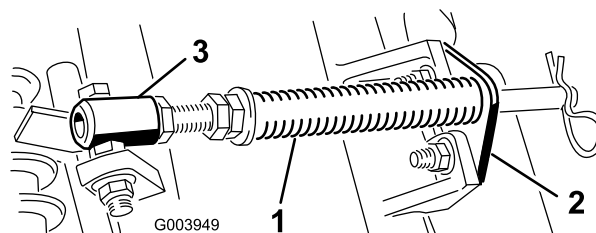

Рисунок 10
- A. Удалите два каретных болта и две гайки, которые крепят кронштейн штока к выступам режущего блока (Рисунок 10).
- B. Выверните фланцевую гайку крепления болта трубки пружины к выступу несущей рамы (Рисунок 10)